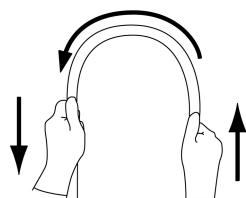

図1
- 5.挿入部を両手で持ち、全長にわたって図1に示すように順次半円の頂点をずらすように曲げたときに、適切な軟らかさを有しており、軟らかさが不連続になっているなどの異常がないこと。